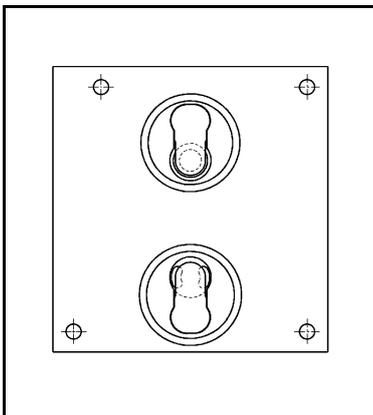
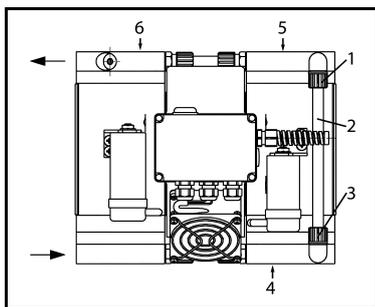
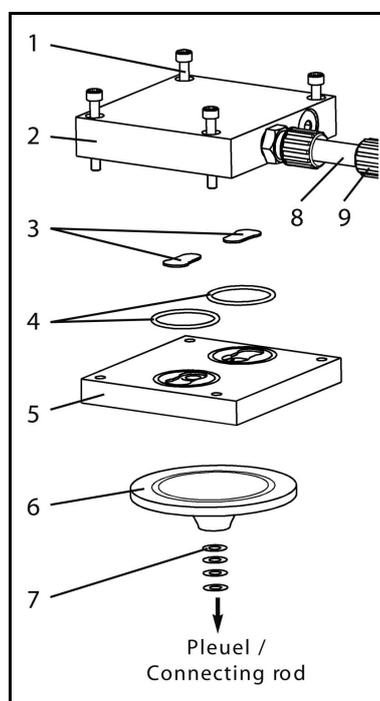

Abb. 18: Positionierung Ventilplatten
Abb. 19: Pneumatische Verschaltung zwischen Pumpenköpfen 2 und 3 (Beispiel N 940.5 APE)
Abb. 20: Membrane und Ventilplatten wechseln (3. und 4. Pumpenkopf)
1. Von der Zwischenplatte (6) die beiden Ventilplatten (3), die beiden O-Ringe (4) und den O-Ring (5) entfernen.
**i** Die O-Ringe können auch an der Unterseite des Kopfdeckels (2) haften.
2. Ventilsitze, Zwischenplatte (6) und Kopfdeckel (2) auf Verunreinigung und Beschädigung prüfen. Teile ggf. reinigen.
4. Neue Ventilplatten (3) in die Ventilsitze der Zwischenplatte (6) einlegen. Zur genauen Positionierung siehe Abb. 18.
5. Die beiden neuen O-Ringe (4) und den neuen O-Ring (5) in die Sitze in der Zwischenplatte (6) einlegen.
**i** Zweiter Pumpenkopf: siehe Position (4) in Abb. 19.
Zusätzlicher Schritt: An der pneumatischen Verschaltung zwischen den Pumpenköpfen 2 und 3 (2, Abb. 19) die Überwurfmutter (1) und (3) mit einer Zange entgegen dem Uhrzeigersinn lösen.
1. An der pneumatischen Verschaltung (2, Abb. 19) zwischen dem zweiten (4) und dritten (5) Pumpenkopf: Die Überwurfmutter (1) und (3) mit einer Zange entgegen dem Uhrzeigersinn lösen.
2. Am dritten Pumpenkopf (5, Abb. 20) Kopfdeckel (2, Abb. 20), Zwischenplatte (5) und Pumpengehäuse durch einen durchgehenden Filzstiftstrich markieren, um korrekte Montage sicherzustellen.
3. Am dritten Pumpenkopf die vier Schrauben (1, Abb. 20) lösen und Kopfdeckel (2) abnehmen.
1. Von der Zwischenplatte (5, Abb. 20) die beiden Ventilplatten (3) und die beiden O-Ringe (4) entfernen.
2. Ventilsitze und Zwischenplatte (5) auf Verunreinigung und Beschädigung prüfen. Teile ggf. reinigen.
4. Neue Ventilplatten (3) in die Ventilsitze der Zwischenplatten (5) einlegen. Zur genauen Positionierung siehe Abb. 18.
5. Die beiden neuen O-Ringe (4, Abb. 20) in die Sitze in der Zwischenplatte (5) einlegen.
3. Prüfen, ob Pumpengehäuse, Zwischenplatte (5, Abb. 20) und Kopfdeckel (2) zueinander bündig sind.
4. Die vier Schrauben (1) über Kreuz handfest anziehen.
- Die beiden Überwurfmutter (1, Abb. 19) und (3) an der pneumatischen Verschaltung zwischen Pumpenkopf 2 und 3 mit einer Zange im Uhrzeigersinn fest anziehen.
- i** Vierter Pumpenkopf: siehe Position (6) in Abb. 19.